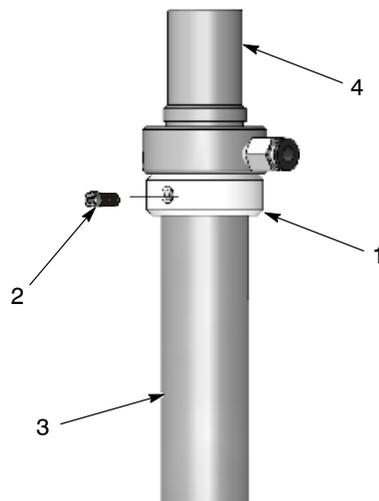

Рис. 3-6 Установка кольца на всасывающей трубке
3. См. рис. 3-6. Поставить кольцо (1) на всасывающую трубку (2), как показано на рисунке. Зафиксировать кольцо, затянув винт с шестигранным шлицем.